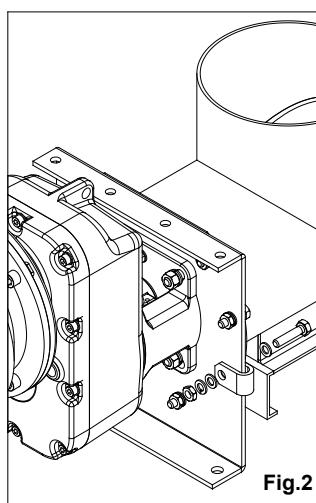

Fig.2
- 2 Fix the braid using the bolts supplied, by following the assembly sequence shown in Figures 2 - 3 - 4.
- 2 Fixer la tresse au moyen de la boulonnerie fournie, en respectant la séquence de montage indiquée dans les figures 2 - 3 - 4.
- 2 Задфиксировать жилу провода с помощью болтов, выполнняя действия, изображенные на Рис. 2 - 3 - 4.